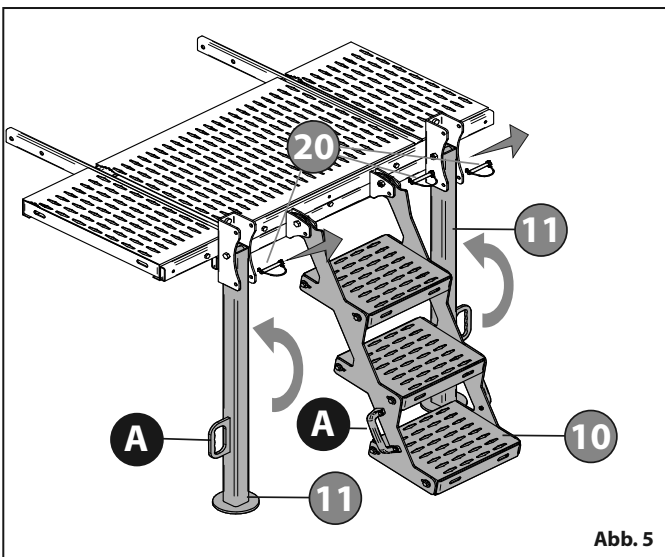

Abb. 5
- Zum Anheben der HINTEREN Feststellvorrichtungen **11** und des Ladepodests **10** ziehen Sie die Stifte **20** heraus, hebeln Sie dann die Griffe **A** auf und drehen Sie die Feststellstützen **11** und das Ladepodest **10** „Abb. 5“.